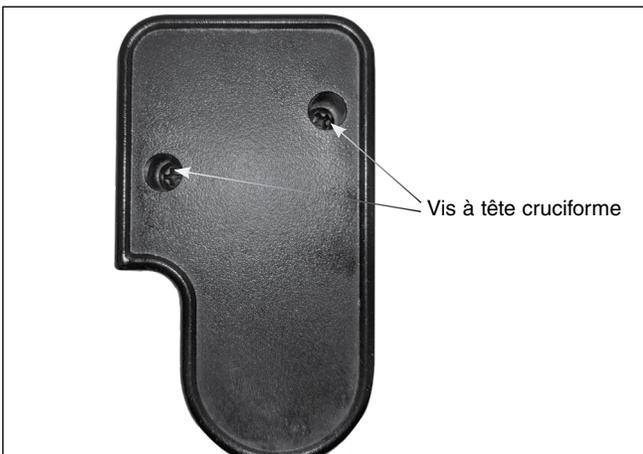

Figure 9. Moteur de déclinaison GoTo
2. À l'aide du tournevis à pointe cruciforme fourni, retirez le couvercle du moteur de décélération de l'assemblage du moteur de décompression (**Figure 9**). Une fois les vis retirées, retirez le couvercle du moteur. Il y aura une certaine résistance de frottement mais il devrait s'arracher à la main. Conservez le couvercle et les vis dans un endroit sûr pour réinstaller après la fixation du moteur.